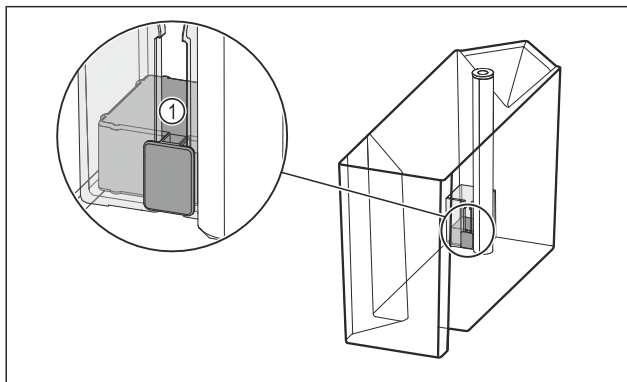

Fig. 98
- ▶ Zkontrolujte, jestli není vzpříčený plovák Fig. 98 (1). Pokud je plovák vzpříčený: